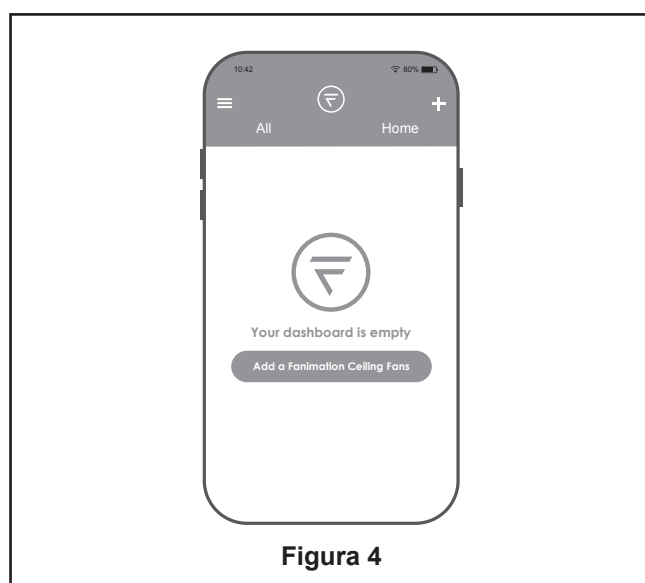

Figura 4
4. Instale el conector de 2 clavijas desde unidad de luz LED conexión a la unidad del motor. (Figura 4)
- 4.** Si necesita reemplazar la baterías. Retire la cubierta de la batería del control remoto con un destornillador y conserve el tornillo para luego. (Figura 4)
4. Después de crear la cuenta fanSync de Fanimation, puede añadir sus ventiladores en la aplicación. (Figura 4)